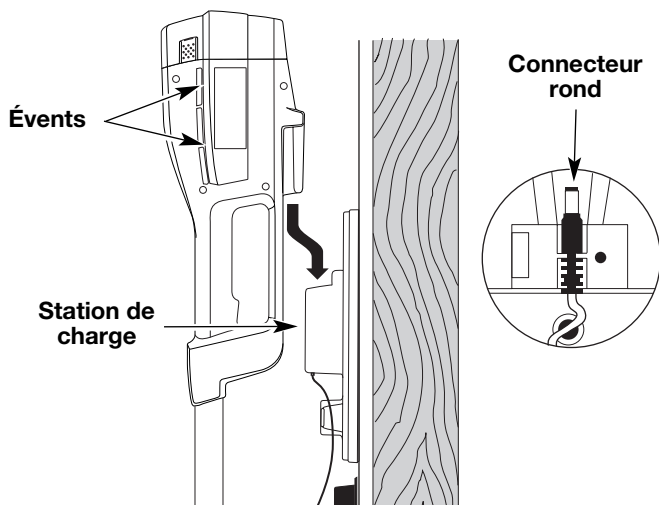

Fig. 4
1. Glissez l'appareil dans la station de charge jusqu'à ce qu'il soit bien assis (Fig. 4). Le connecteur rond de la station de charge s'insère alors dans l'appareil. Voir *Remplacement du chargeur*.
**NOTA :** La batterie chauffe pendant la charge. Assurez-vous que les événements du boîtier de la batterie sont toujours dégagés (Fig. 4).